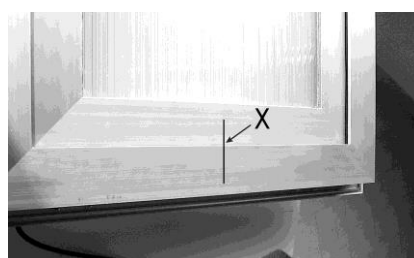

Figure 2
- Tracer au crayon la ligne médiane X de la fenêtre (Fig. 2).